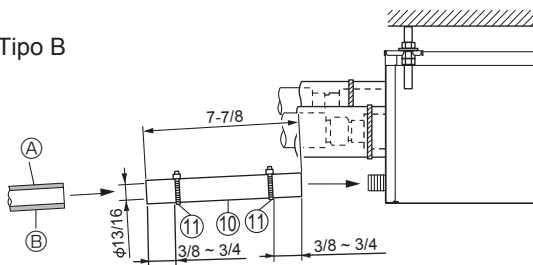

Fig. 8-1
- (1) Aplique adhesivo de PVC (adquirido localmente) a la conexión de drenaje de la caja de derivación y presione el tubo de drenaje ⑩ que se adjunta en la conexión hasta que llegue al tope. (Fig. 8-1)
- (2) Inserte un tubo en PVC duro (O.D. 13/16 pulg., 20 mm, adquirido localmente) en el tubo de drenaje ⑩ que se adjunta; péguelos y fíjelos. (Fig. 8-1)
- (3) Coloque la cinta ⑪ en el tubo de drenaje ⑩ que se adjunta. (Fig. 8-1)